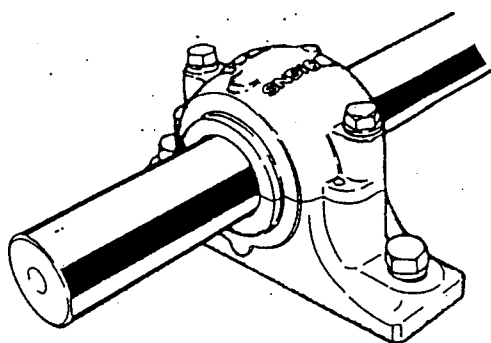

図 23
- (7) 潤滑剤を入れたのち、ブランマブロックの上部本体の合わせ面が無理なく接しているか確かめる。そののち、締付ボルトを十分締め付ける(図23参照)。